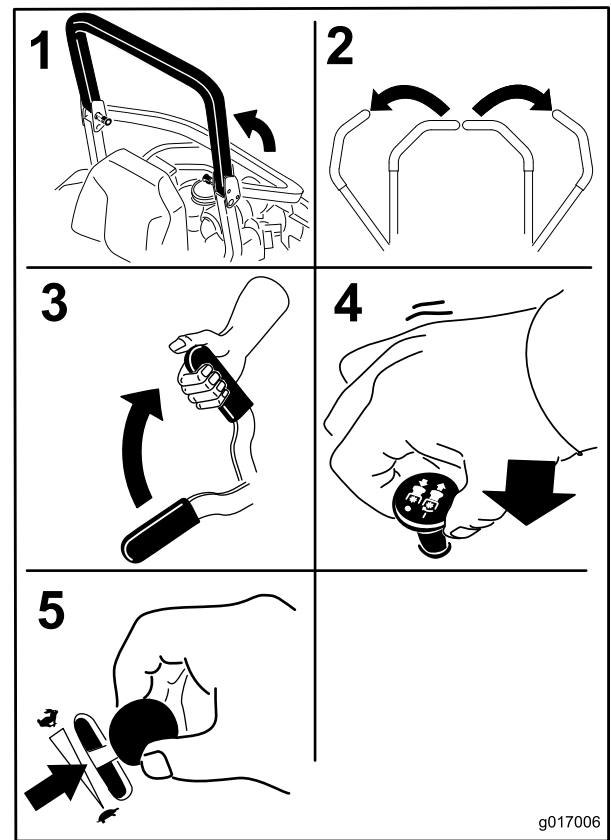

Bild 19
4. Stellen Sie den Zapfwellenantriebsschalter (ZWA) auf die Aus-Stellung (Bild 19).